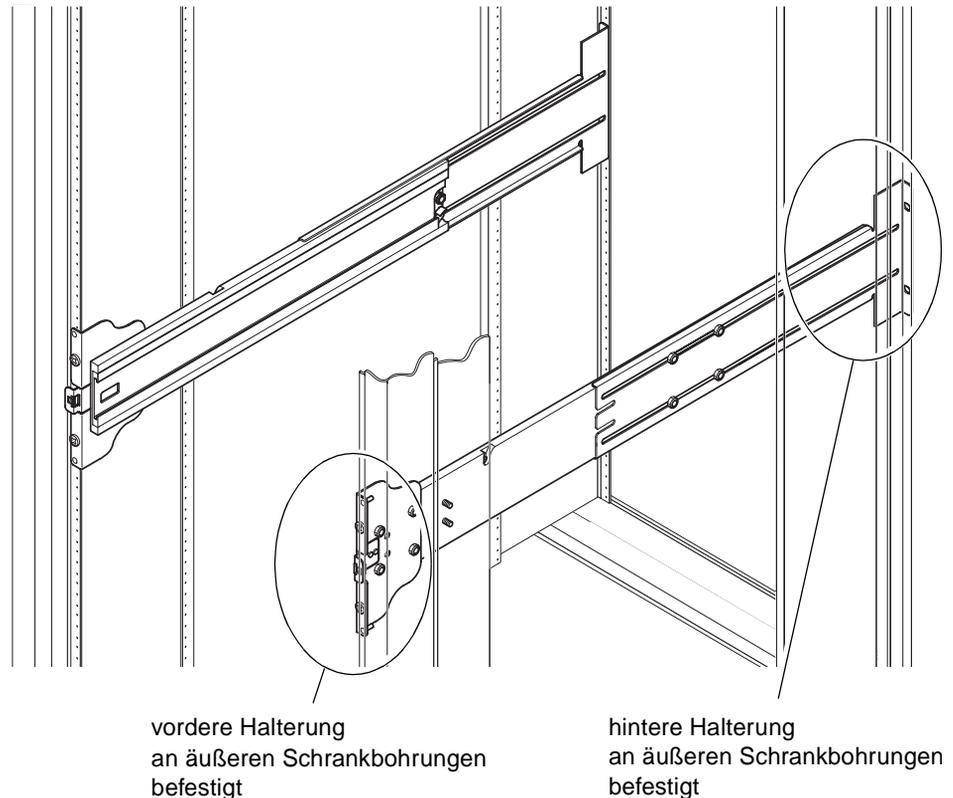

ABBILDUNG 1-5 Montieren der Schienenmodule in einem Sun Rack 900-Schrank bzw. einem 19-Zoll-Schrank mit vier Stützen
1. **Stecken Sie die Stifte in der vorderen Halterung in die Schrankbohrungen 22 und 33 (ABBILDUNG 1-5).**
1. **Stecken Sie die Stifte in der vorderen Halterung in die Schrankbohrungen 58 und 69 (ABBILDUNG 1-5).**
3. **Befestigen Sie die hintere Halterung mit zwei UNF 10/32-Schrauben (ABBILDUNG 1-5).**
4. **Befestigen Sie die vordere Halterung mit zwei UNF 10/32-Schrauben (ABBILDUNG 1-5).**